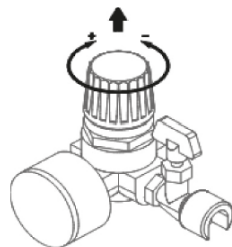

Рис. 4
1. Разблокируйте ручку регулятора давления (Рис. 4), подняв ее вверх или ослабив нижнюю стопорную гайку.